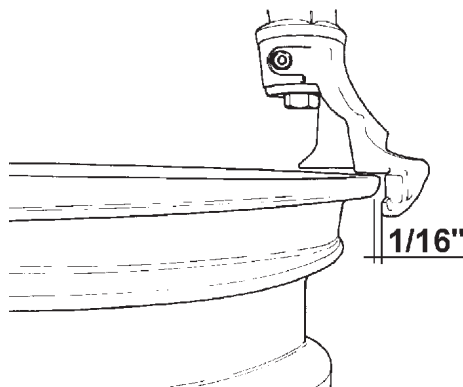

Fig. 4.1-4
**E.** Mettre l'outil en contact avec le bord de la jante et le bloquer: l'outil s'éloigne automatiquement du bord de la jante en sens vertical. Tourner la poignée de réglage jusqu'à ce que l'outil s'éloigne du bord de la jante à peu près de 1/16" (2mm): cela est nécessaire pour éviter des dommages à la jante. (Fig. 4.1-4).